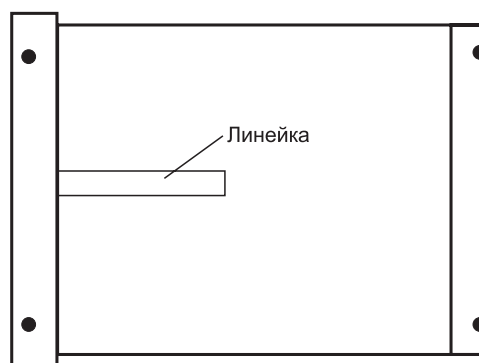

Рис. 1. Регулировка при потере изображения на переднем крае копии
1. Поместите линейку на стекло оригинала, как показано на рис. 1.